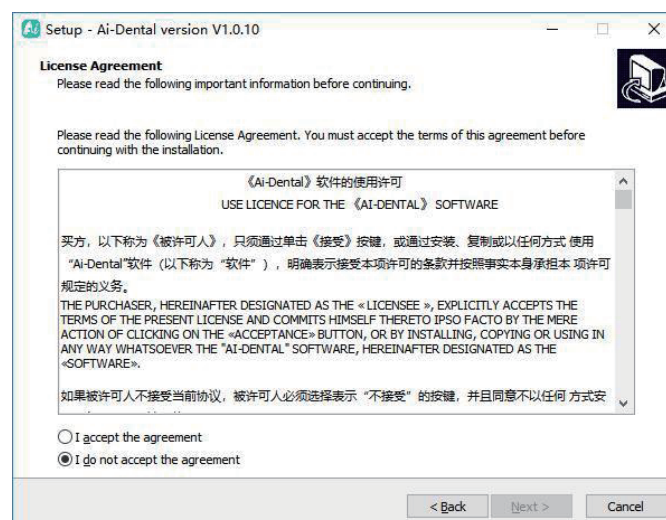

Figure 5
3.1.4 Lire le contrat de licence du logiciel, accepter ce contrat et cliquer sur "J'accepte le contrat", cliquer sur Suivant pour poursuivre l'installation, ne pas être d'accord avec ce contrat et cliquer sur "Je n'accepte pas le contrat" pour quitter le programme d'installation, comme indiqué sur la figure 5. .